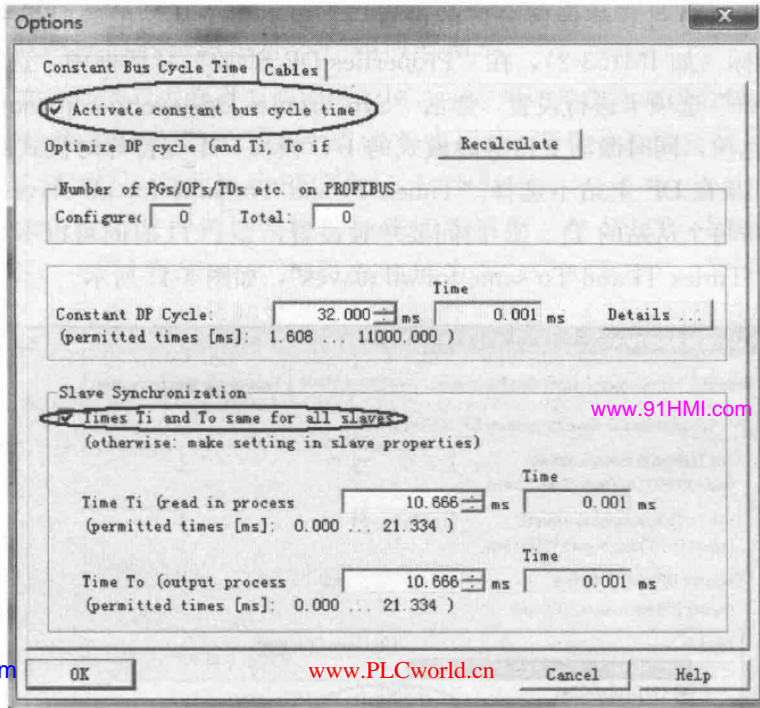

图 8-38 参数设置
3) 在“Options”对话框中，选择“Constant Bus Cycle Time”选项卡中进行如下设置：激活“Activate constant bus cycle”选项使 PROFIBUS-DP 主站轮询从站的时间是一个固定值，这也是等时模式下的 DP 轮询方式；激活“Times T_i and T_o same for all slaves”选项，使所有从站的 T_1 、 T_0 时间保持一致；如果此处不选择，则要在各个从站上设置，这样各个从站的 T_1/T_0 时间可能不一致，其他的保持默认设置，单击“OK”按钮确认；参数设置如图 8-38 所示。